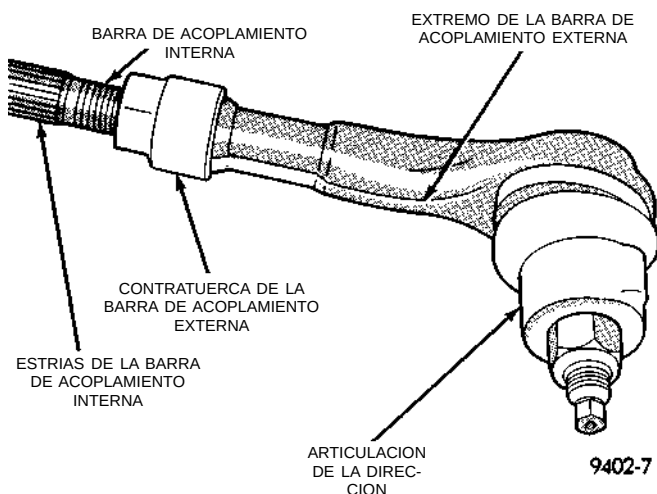

Fig. 18 Contratuera de la barra de acoplamiento externa
(19) Apriete la contratuerca de la barra de acoplamiento (Fig. 18) con una torsión de 61 N·m (45 libras pie).